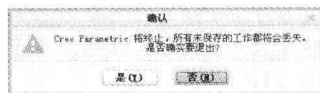

图 1-4 “确认”信息提示框
Step 02 弹出“确认”信息提示框，如图 1-4 所示，单击“是”按钮，即可退出 Creo Parametric 2.0。